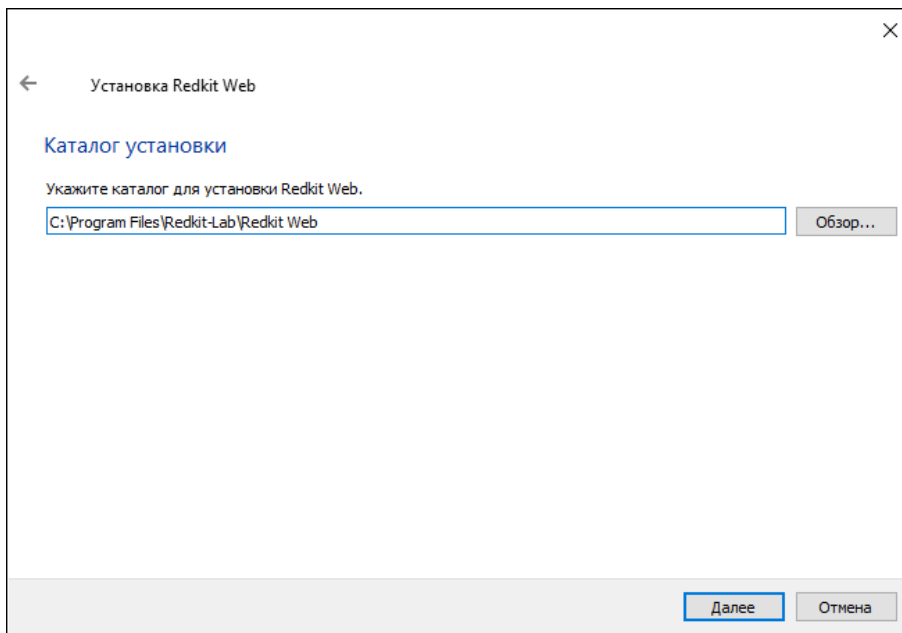

Рисунок 501 - Установка Redkit Web
3. Выберите каталог для установки и нажмите **Далее** (Рисунок 501).